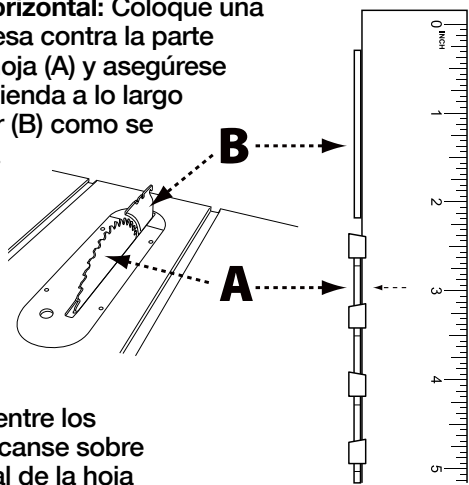

FIGURA 20a
1. **Alineación horizontal:** Coloque una regla en la mesa contra la parte frontal de la hoja (A) y asegúrese de que se extienda a lo largo del separador (B) como se muestra en la Figura 20a. El separador debe tocar ligeramente la regla. Asegúrese de que la regla se acomode entre los dientes y descansa sobre la parte frontal de la hoja y el separador para una alineación correcta.